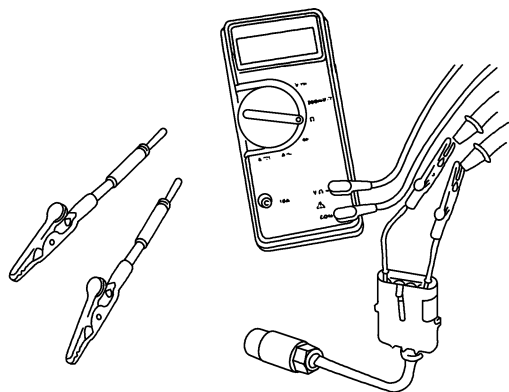

图 4-21 线圈电阻检查过程
② 将测试导线插入线圈插头的触针插孔, 并用鳄鱼夹夹住万用表的一支表笔; 将另一表笔用另一测试导线的鳄鱼夹夹住后插入线圈插头的其他触针中, 读取万用表的显示值, 如图 4-21 所示。
③ 对于内部接地的线圈, 万用表的两支表笔应分别接触线圈的一个端子和机体, 读取万用表显示的电阻。